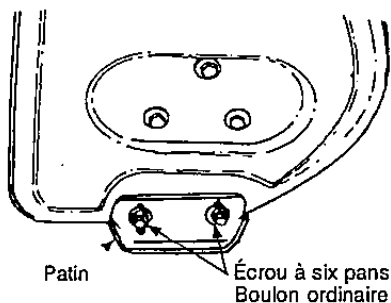

FIGURE 16
- Ajustez les patins en desserrant les quatre écrous à six pans et les boulons ordinaires, puis déplacez les patins à la position voulue. Vérifiez que toute la surface inférieure des patins est de niveau et en contact avec le sol pour éviter leur usure inégale. Serrez les boulons à fond. Voir la figure 16.